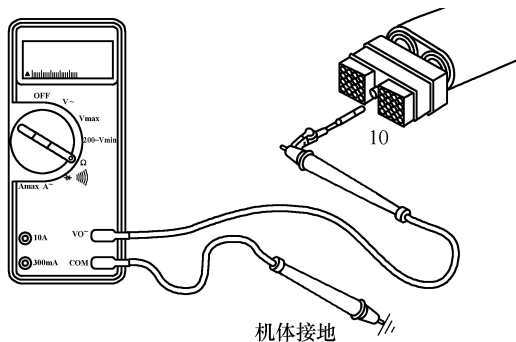

图 5-105 测量触针 10 与机体间的电阻
(2) 检查是否对地短路
① 测量触针10与机体间的电阻(图5-105),应大于 $100k\Omega$ 。如果电阻不合格,应确定短路位置,进行维修。